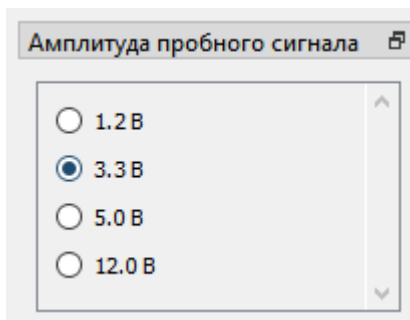

Рисунок 16. Выбор амплитуды пробного сигнала
- В блоке "Амплитуда пробного сигнала" (рисунок 16) выбирается амплитуда генерируемого на выходе измерительных щупов сигнала для снятия ВАХ.